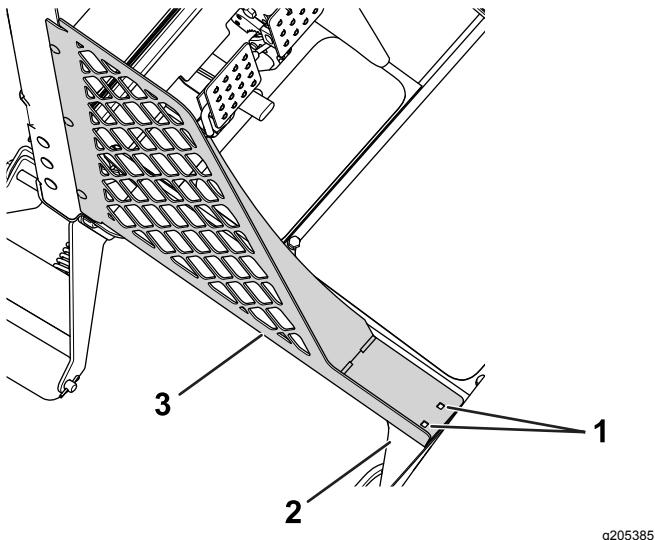

Figura 1
- A. Marque as áreas em que os conjuntos do painel inferior se encontram com a plataforma do rodapé (Figura 1).